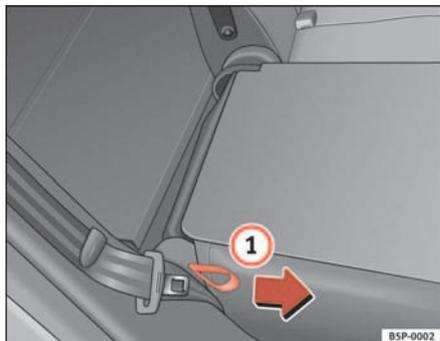

Fig. 98 Abatir o levantar el respaldo de los asientos posteriores
- Tire del lazo situado en el lateral del asiento ⇒ fig. 98 ①